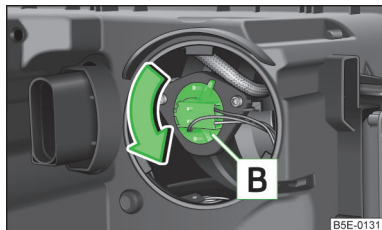

Fig. 177
- ▶ Rotiți soclul » fig. 177 până la limită în sens antiorar și extrageți-l.